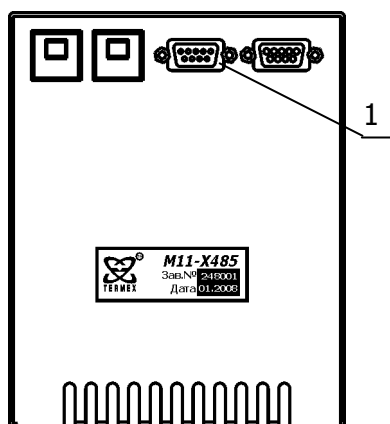
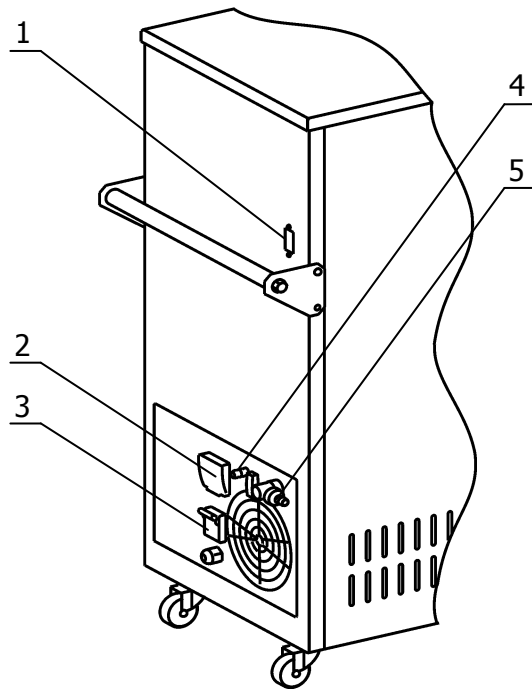

Рисунок 4 — Задняя панель регулирования температуры
Рисунок 5 — Боковая панель корпуса термостата
2.2.4 Установить под выходным патрубком 4 (рисунок 5) емкость объемом 1.5–2 л для сбора излишков теплоносителя. Заполнить термостат теплоносителем (1.2.6) через верх рабочей ванны. Жидкость следует наливать (доливать) в ванну термостата до момента начала ее слива из выходного патрубка.
2.2.6 Вставить вилку шнура электропитания блока регулирования в розетку 2 (рисунок 5). Соединить кабелем из комплекта поставки блок регулирования разъем 1 (рисунок 4) и холодильную машину разъем 1 (рисунок 5). Шнур электропитания термостата подключить к сети напряжением 220 В, при этом автоматический выключатель 3 должен быть выключен.